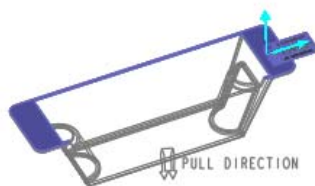

图 12.32 合并方向
- (1) 按住 Ctrl 键，选取 Step3 中创建的拉伸曲面和复制面组。
(2) 单击 **分型面** 功能选项卡 **编辑** 区域中的  按钮，此时系统弹出“合并”操控板。
(3) 在“合并”操控板中单击 ，合并方向如图 12.32 所示。在“合并”操控板中单击  按钮。